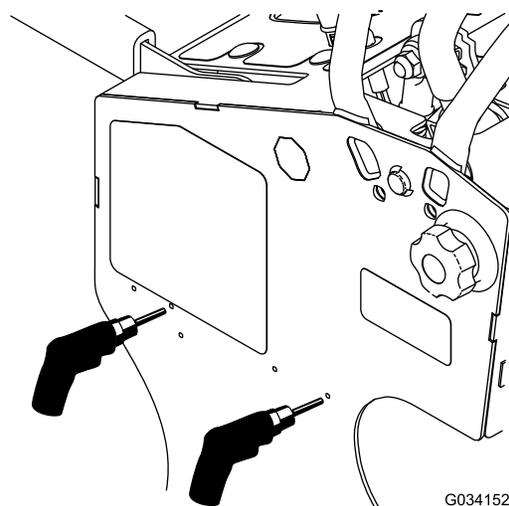

Figura 3
2. Use una broca de 3/8" para perforar los 2 orificios del lado izquierdo de la máquina, como se muestra en Figura 3.